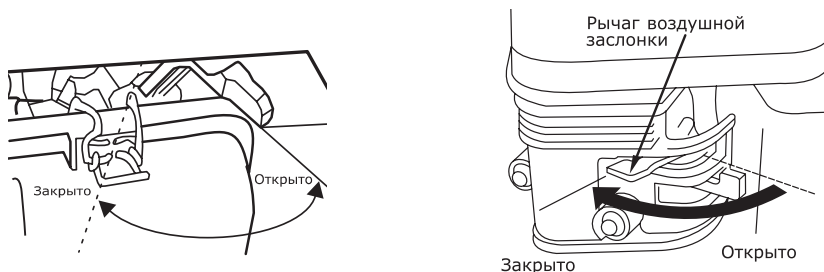

**Рис. 14. Топливный кран**
6. Поверните топливный кран в положение «Открыто» (**рис. 14**).
- Перекройте топливный кран, установив его в положение «Закрыто» (рис. 14).